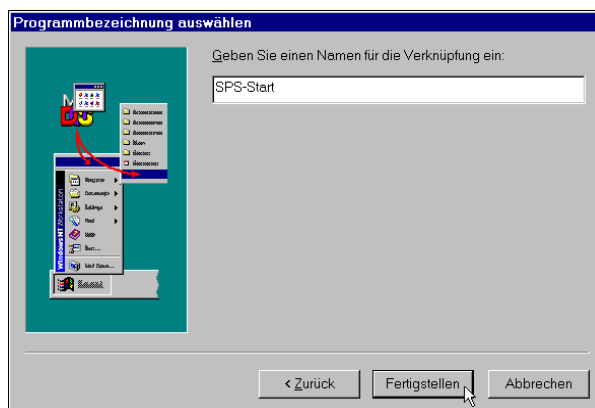

Abbildung 2-7
6. In die Textzeile des Dialogfelds *Programmbezeichnung auswählen* einen beliebigen Namen (z.B. SPS-Start) eingeben (Abbildung 2-7) und mit **Fertigstellen** bestätigen.